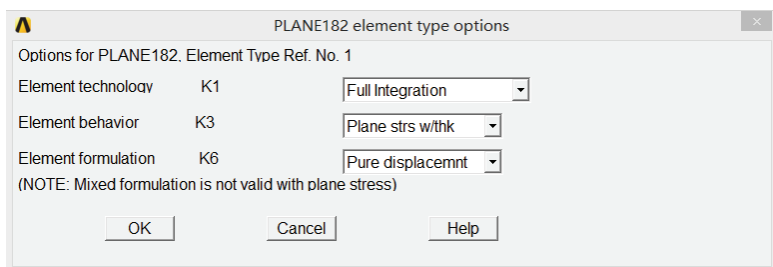

图 5-173 PLANE182 单元属性设置对话框
3) 在 Element Types 对话框上选择 Type 1 PLANE182,单击 Options 按钮,出现 PLANE182 element type options 对话框,在 Element behavior K3 下拉菜单中选择 Plane strs w/thk,其余选项采用默认设置,如图 5-173 所示,单击 OK 按钮关闭该对话框。